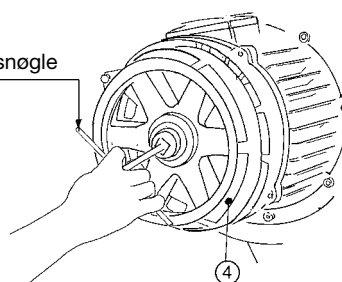

Fig. 18
Demontering og montering: kontroller, at der ikke er nogen last, skru skruerne af pos. 1 (Fig. 16), fjern bremsekammeret pos. 2 (Fig. 16) og fjern justeringsringen på pos. 3 (Fig. 16) bremse med den særlige nøgle (Fig. 17). Ved hjælp af en ekstraktør fjernes bremseventilatoren pos. 4 (Fig. 18). Monter den nye ventilator ved at skubbe den frem med en blyhammer, sæt bremsekammeret på plads igen. 2 (Fig. 16) og skruerne pos. 1 (Fig. 16), og start derefter justeringen som angivet i kapitlet "Justering af bremseventilatoren" på side 65.